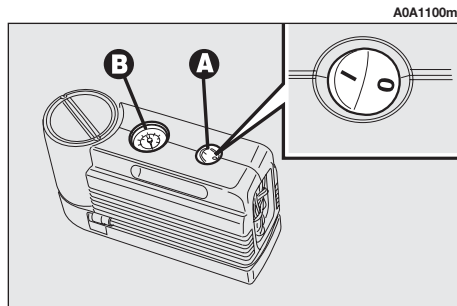
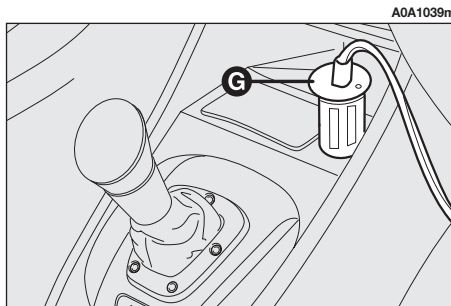

fig. 15
fig. 16
– assicurarsi che l'interruttore **A-fig. 15** del compressore sia in posizione **0** (spento), avviare il motore, inserire la spina **G-fig. 16** nella presa di corrente/accendisigari sul tunnel anteriore e azionare il compressore portando l'interruttore **A-fig. 15** in posizione **I** (acceso);
– gonfiare il pneumatico al corretto valore di pressione. Per ottenere una lettura più precisa si consiglia di verificare il valore della pressione sul manometro **B-fig. 15** con il compressore spento;